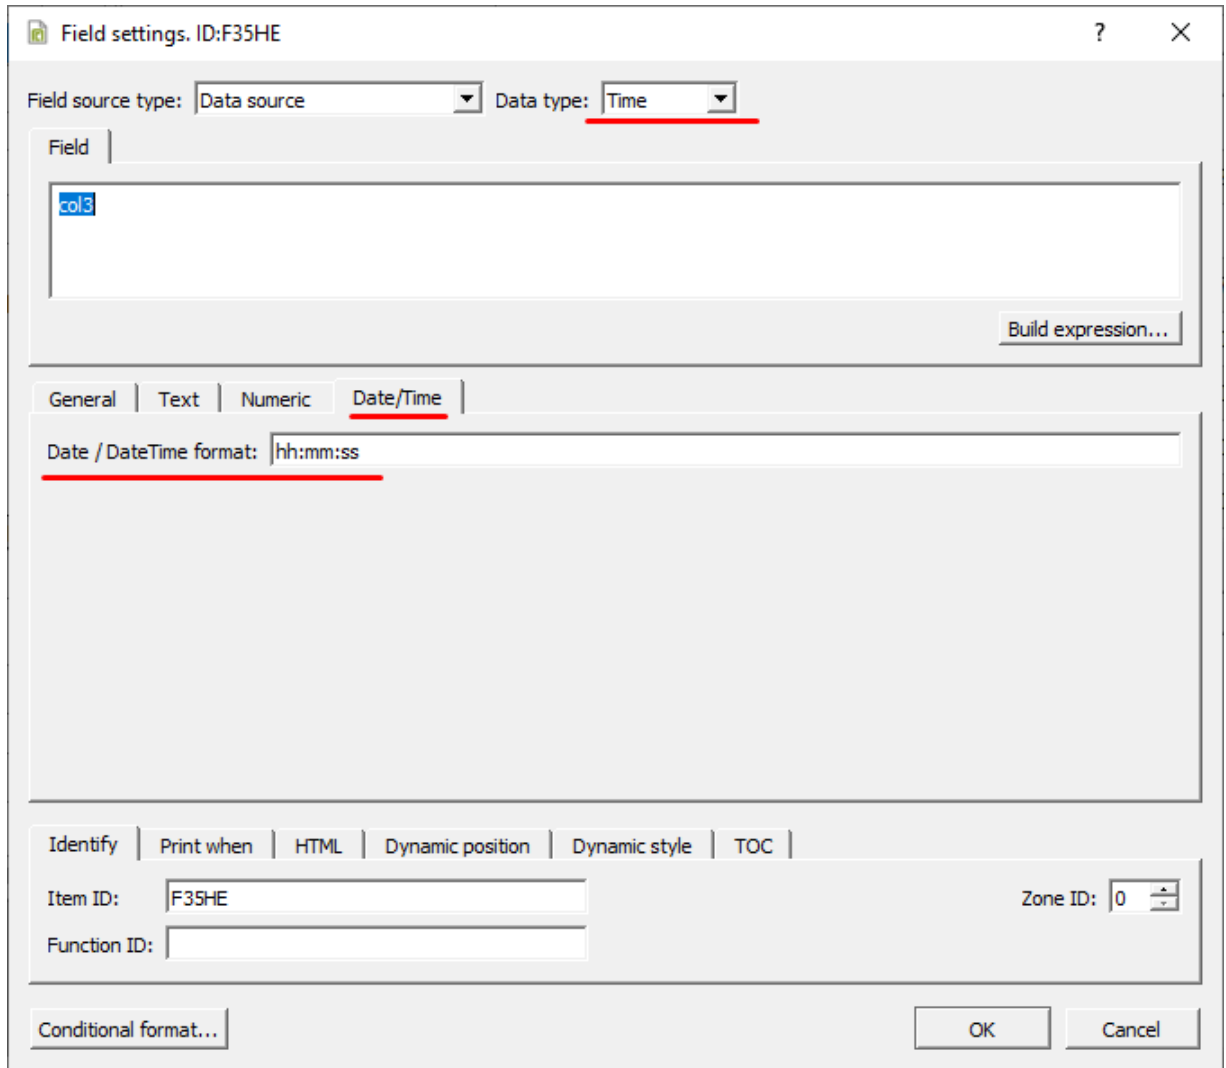

Рисунок 331 - Настройка табличных данных
4. Для колонки времени в графе **Field source type** выберите **Data Source**, в графе **Data type** – **Time**, в графе **Data/Time** впишите формат даты (Рисунок 331).